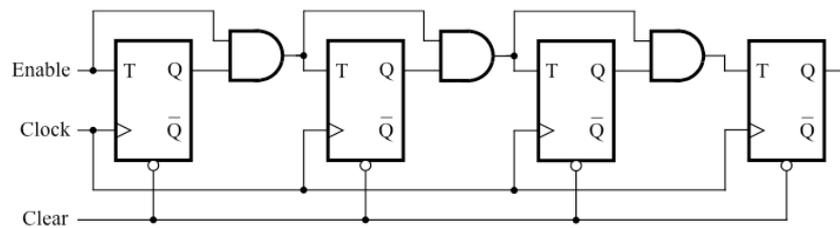

Abb. 1.4 4-Bit-Zähler
Der Schaltkreis in Abb. 1.4 zeigt einen synchronen 4-Bit-Zähler, der aus vier T-Flipflops aufgebaut ist. Ist das Enable-Signal gesetzt, so erhöht er seinen Zählerstand bei jeder positiven Taktflanke. Mit dem Reset-Signal „Clear“ lässt sich der Zähler wieder auf Null zurücksetzen.
2. Schreiben sie eine VHDL-Datei, welche den 16-Bit-Zähler mit Hilfe der in Abb. 1.4 gezeigten Struktur umsetzt. Simulieren sie den Schaltkreis.